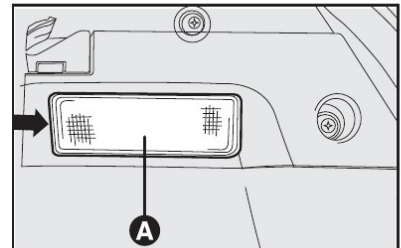

fig. 31
### PLAFONIERA DO PORTA-MALAS - fig. 31 e 32
- extrair a plafoniera **A-fig. 31** forçando
- montar o plafoniera **A-fig. 31**, introduzindo-o na sua correta posição, primeiro de um lado e depois no outro lado até perceber o bloqueio.